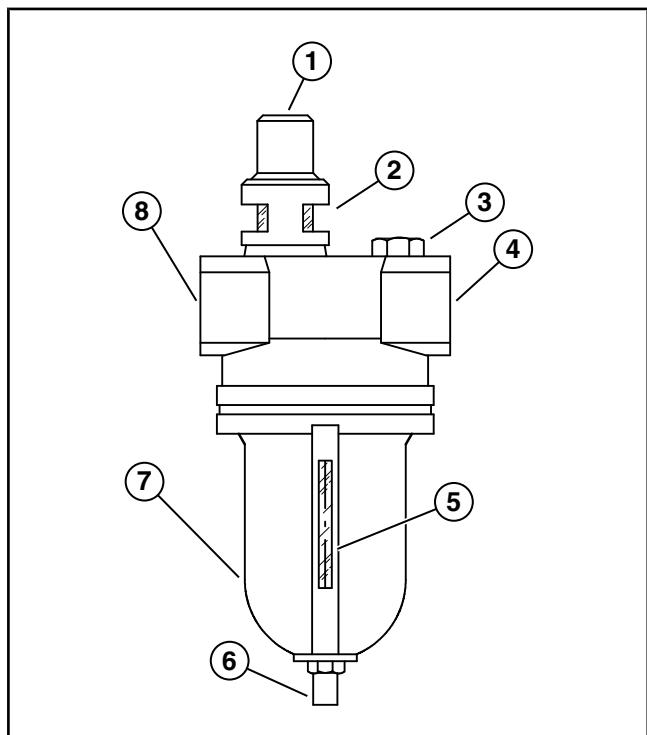

Рисунок 11.05-3: Встроенный маслораспылитель
1. Отключите подачу входного давления и медленно отверните пробку маслозаливной горловины, расположенную в крышке корпуса смазывающего устройства (см. Рисунок 11.05-3). Отворачивание пробки приведет к открытию дренажного отверстия и, возможно, к снижению давления в масляном баке.